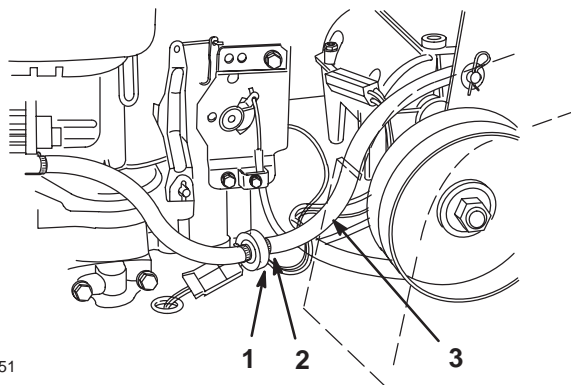

Bild 34
3. Drücken Sie die Enden der Schlauchklemmen zusammen und schieben Sie sie vom Filter weg (Bild 34).